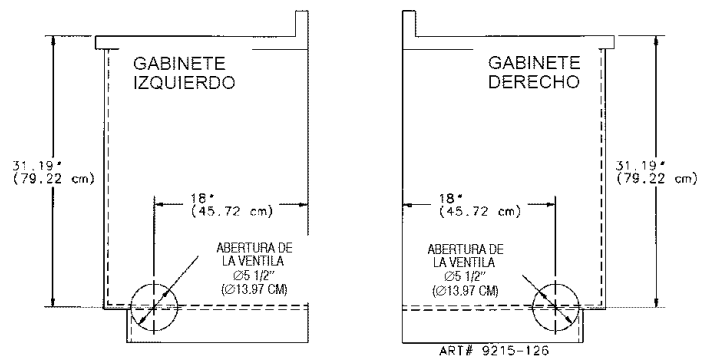

Figura 13
- c. **A través del lado derecho o izquierdo del gabinete.** (Vea la figura 13).
2. Haga un orificio en el lado derecho o izquierdo del gabinete según se muestra en la figura 13.